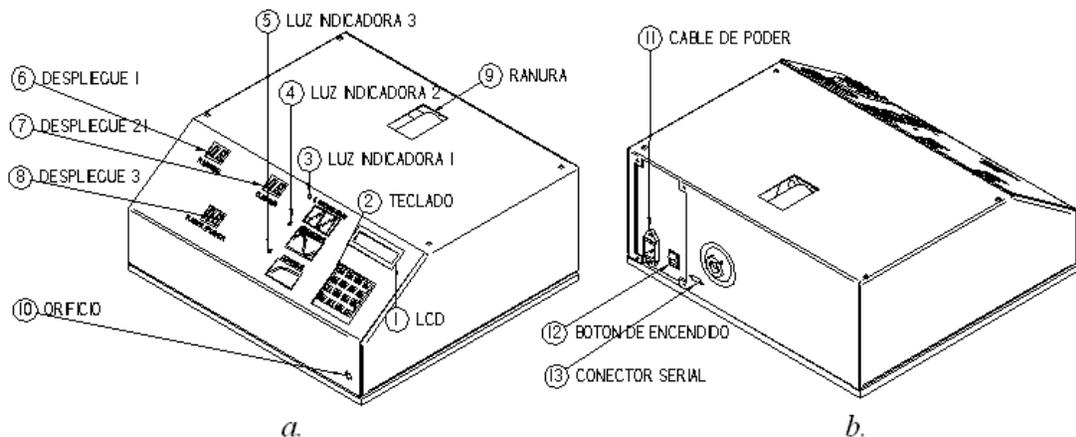
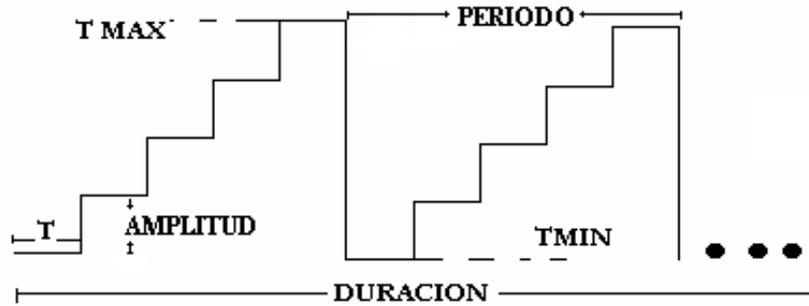
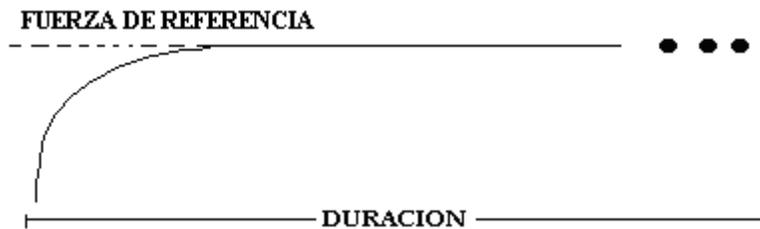

Figura 2: Interfaz de Usuario
Figura 13: Forma de onda intermitente progresiva
Figura 14: Forma de continua
La Figura 2 muestra los elementos destinados a ser operados por el usuario para obtener una operación deseada. En ella se observa un teclado para operar el sistema, una pantalla LCD para obtener información visual, 3 luces (led) que indican el tipo de tratamiento elegido, tres despliegues (display) de seguridad de alta luminosidad para visualizar los límites de operación más relevantes de un tratamiento elegido, las conexiones eléctricas y de comunicación y una ranura de la correa que trasmite la fuerza aplicar.
**G.5.1.1 Parámetros Intermitente progresivo.** Si el usuario elige la opción 1, la luz indicadora 1 se iluminará (ver Figura 2) y el usuario deberá introducir los parámetros de operación de la Figura 13. así:
Cuando el usuario ha terminado de entrar completamente estos dos parámetros, el sistema muestra inmediatamente en el despliegue 1 y en el despliegue 2 el componente del torque mínimo (ver Figura 2). Y a continuación pide entrar los 2 siguientes parámetros de trabajo con el siguiente mensaje puesto en pantalla:
**G.5.1.2 Parámetros continúa.** Si por ejemplo el usuario elige la opción 2, la luz indicadora 2 se iluminará (ver Figura 2) y el usuario deberá introducir los parámetros de operación de la Figura 14. así: